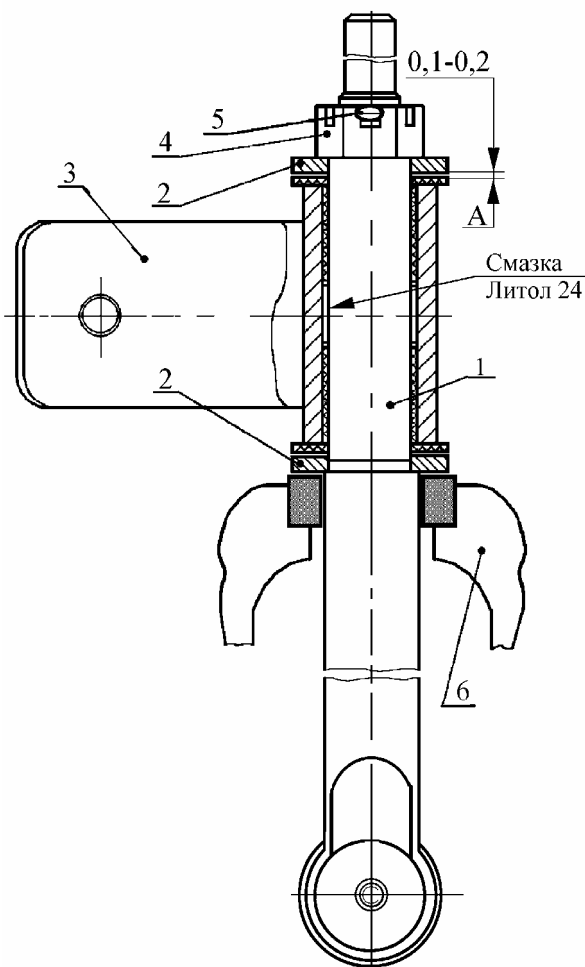

Рис. 14. Сборка корпуса опоры с осью:
9.3.1. Установить тягу 1 (рис. 14) реактивную в тисках 6 на верстаке и закрепить